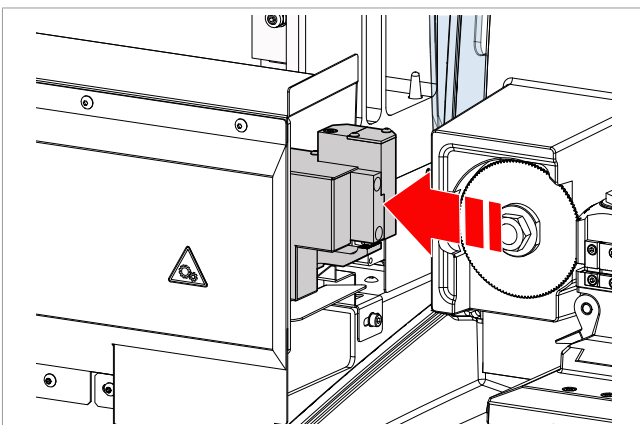

Bild 120
16) Den Schieber in seine Ruheposition zurückbringen. **ACHTUNG: den Schieber in seinen Sitz zurückbringen** (Bild 120).